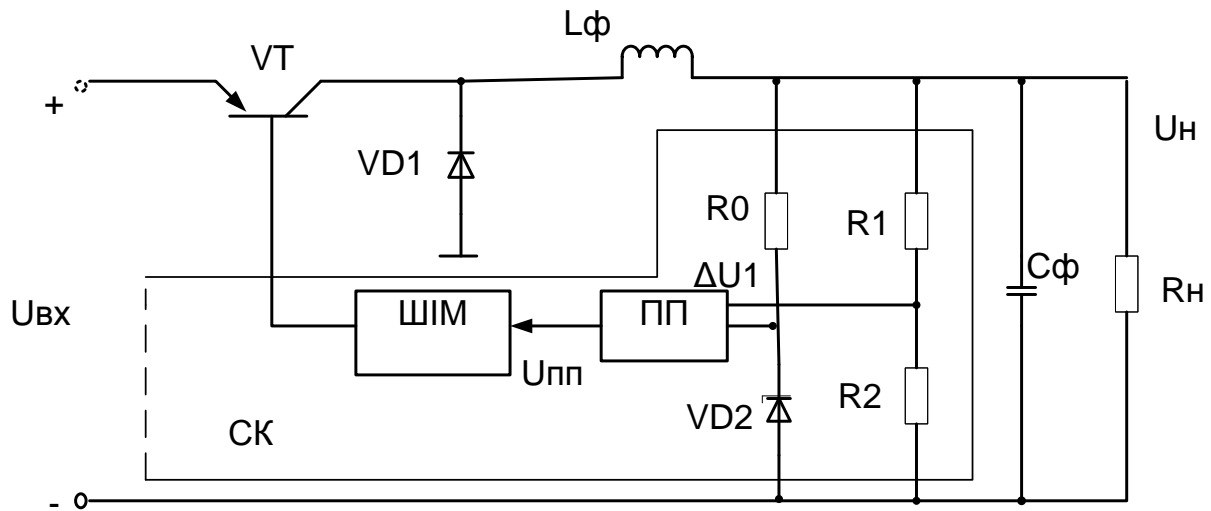

Рис. 12.3 Функціональна схема ІСН
Схема імпульсного стабілізатора напруги ІСН наведена на рис. 12.3. Вона має дві складові частини: силову частину, що є імпульсним регулятором напруги (ІРН), і схему керування (СК) режимом роботи ІРН, що під час зміни вхідної напруги ІСН змінює режим роботи регульовального транзистора (VT) так, щоб вихідна напруга ІСН залишалася приблизно постійною.